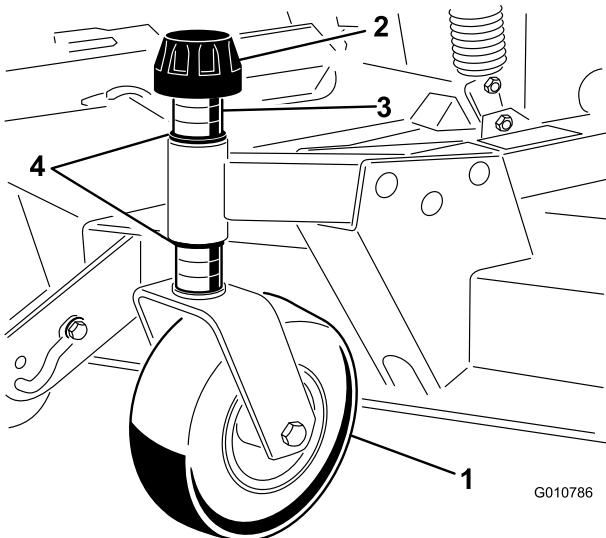

Figura 9
1. Retire el casquillo tensor del eje y retire el eje del brazo de la rueda giratoria delantera (Figura 9).